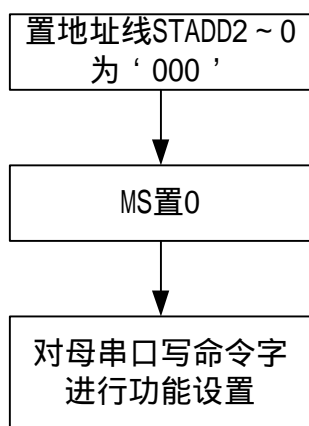
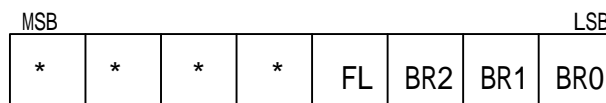

图 7 功能设置流程图
图 8 命令字寄存器结构
具体设置方法为：将地址线 STADD2~0 全置为 '0'，外部 MCU 通过母串口写入控制命令对芯片进行设置。设置流程参见图 7：
- 3、对母串口写命令字，该命令字的值为命令字寄存器相应位的设置值，但高 4 位必须全为 '1'，以便和无效数据相区别。命令字寄存器的结构如图 8 所示：
设置流程参见图 7，命令字寄存器结构参见图 8，其中 FL 是用来设置帧长的位，为‘0’表示 10bit，‘1’表示 11bit。
波特率的设置：在两种工作模式下，将地址线 STADD2~0 全置为‘0’，外部 MCU 可以通过母串口写入特定的控制命令对串口工作波特率进行设置。设置流程参见图 7，命令字寄存器结构参见图 8，其中 BR2~0 是用来设置波特率的位。